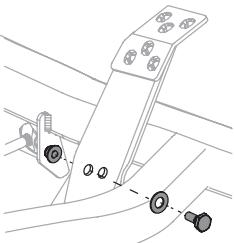

Figura 37
- Retire el perno hexagonal, la arandela y la tuerca hexagonal cerca del centro del conjunto del pedal (Figura 37).
- Vuelva a instalar el hardware que retiró anteriormente y apriete la tuerca a 28-35 pies-libras (38-47 N·m) (Figura 37).